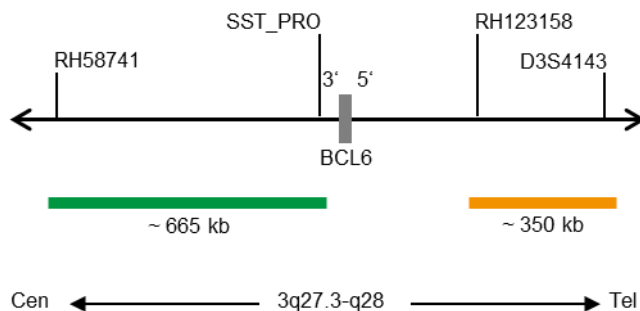

Fig. 1. SPEC BCL6 Mapa de la sonda (no está a escala)
- Polinucleótidos marcados en verde (excitación a 503 nm/emisión a 528 nm) ZyGreen (~10 ng/μl), dirigidos a secuencias localizadas en 3q27.3* (chr3:186,737,897-187,403,834) proximales a la región del punto de ruptura de BCL6 (ver Fig. 1).
- Polinucleótidos marcados en naranja (excitación a 547 nm/emisión a 572 nm) ZyOrange (~4,5 ng/μl), dirigidos a secuencias localizadas en 3q27.3-q28* (chr3:187,744,962-188,097,195) distales a la región del punto de ruptura de BCL6 (ver Fig. 1).